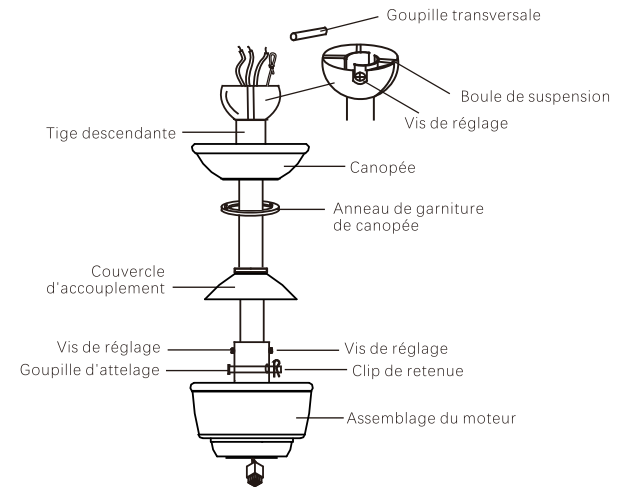

Fig.9
**Étape 8 .** Glissez le couvercle de l'accouplement l'anneau de garniture de canopée et la canopée sur latige de descendante. (Fig.9)
Enfiler la boule de suspension sur la tige de descendante, insérer la goupille transversale dans la tige de descendante, et serrer. Serrer ensuite la vis de réglage. (Fig.9)